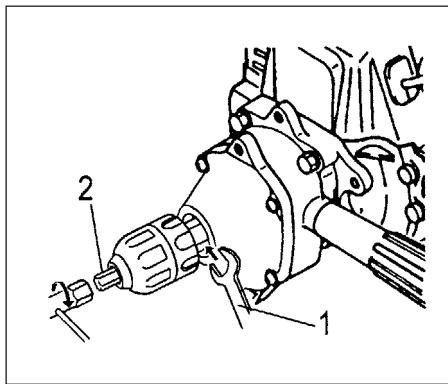

Fig. 2-7C
- installer ou desserrer la caresse sans clé, régler une 19 mm clé (1) entre le cas d'engrenage et la caresse pour verrouiller l'arbre d'unité. Installer la barre verrouillant (2) dans le sac d'outil dans la caresse, et alors resserrer (dans le sens des aiguilles d'une montre) la barre (2) avec la clé de boîte enclose ou desserrer (opposé dans le sens des aiguilles d'une montre). (Fig.2-7C)